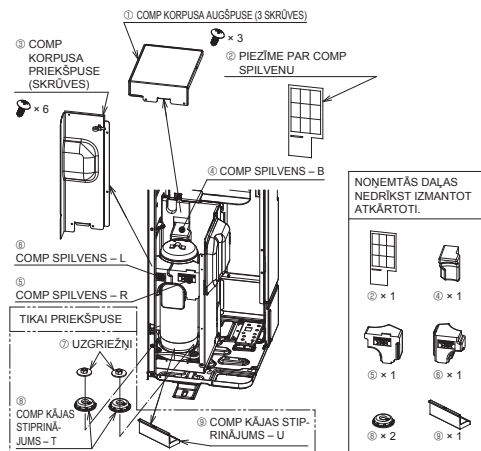

Fig. 4-1
- Pirms iekārtas ekspluatācijas uzsākšanas noteikti nopiemiet pārsegu no COMP KorpUSA AUGŠPUSES un COMP KorpUSA PRIEKŠPUSES, kā arī noņemiet COMP nostiprinātās daļas. (Fig. 4-1)